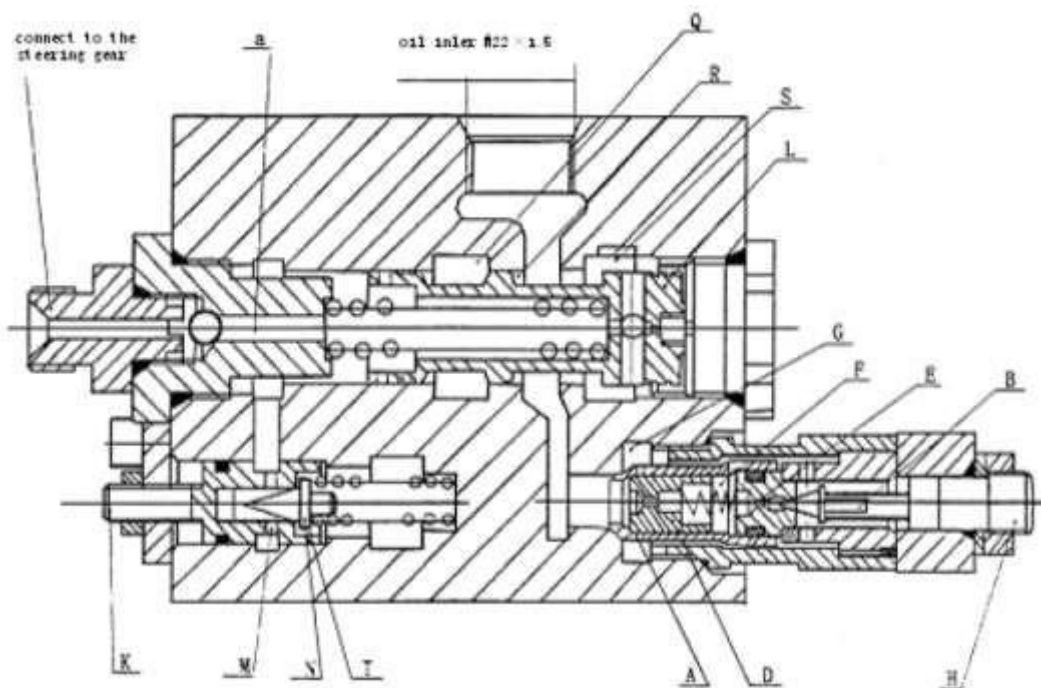

Рис. 9.6. Главный предохранительный перепускной клапан и отводной предохранительный перепускной клапан
3.9.3.2. См. на Рис. 9.6 конструкцию главного предохранительного клапана и отводного предохранительного клапана.